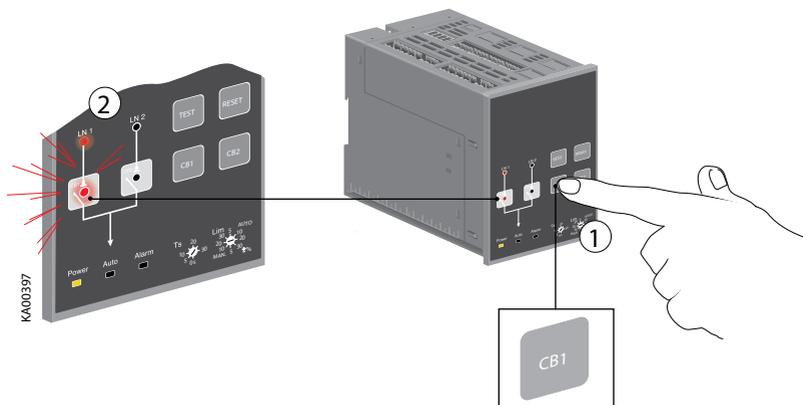

Figura 4.2 Selezione della linea di alimentazione tramite ATS in funzionamento manuale
- Quando viene premuto il tasto CB1 (vedi Figura 4.2/①), l'interruttore CB1 va in posizione di chiuso (LED CB1 ON, LED LN1 ON, vedi Figura 4.2/②) e l'interruttore CB2 sarà in posizione di aperto. Qualora l'interruttore CB1 sia già in posizione di chiuso il LED di CB1 è in ON (vedi Fig. 4.2). Durante lo switching, il LED dell'interruttore CB1 lampeggia al 50% ON e al 50% OFF. Se l'interruttore CB1 già in posizione di chiuso, premendo il tasto CB1 si apre l'interruttore CB1.